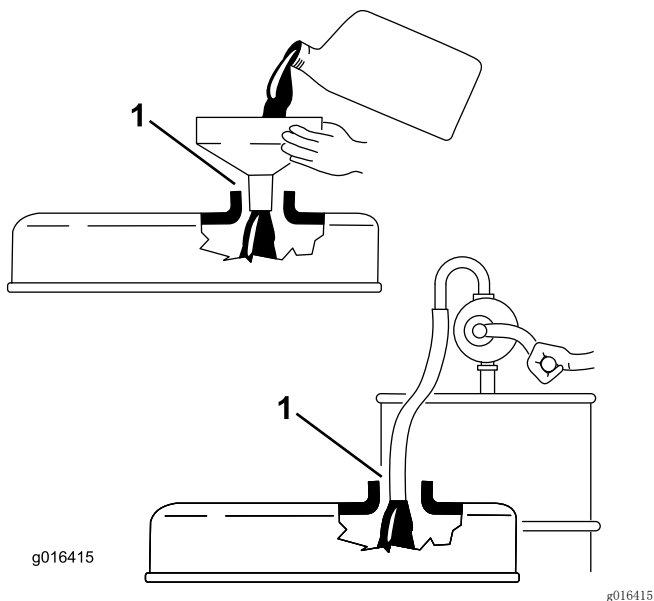

图 31
**重要事项：** 添加机油时取出量油尺。当添加机油或注油时、注油设备与气门室盖内的注油孔之间必须有空隙、如图 31 所示。此空隙是注油时准许通风所必需的、可以防止油溢入通气孔。